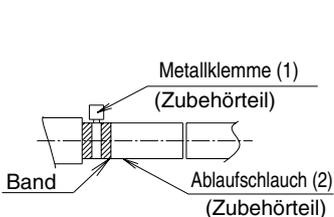

Abb. 11
- Verwenden Sie den Kondenswasser-Ablaufschlauch (2) und die Schlauchklemme (1). Stecken Sie den Ablaufschlauch (2) bis zum Anschlag in die Ablaufbuchse, und ziehen Sie die Schlauchklemme (1) so fest, dass das Oberteil des Bands am Schlauchende liegt. Ziehen Sie die Schlauchklemme (1) an bis der Kopf der Schraube weniger als 4 mm vom Schlauch entfernt ist. (Siehe Abb. 11, 12)